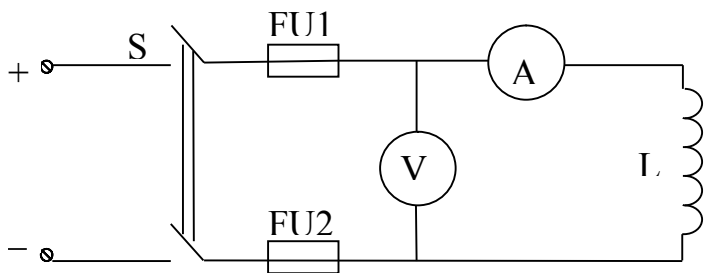

Рисунок 1 Схема неразветвленной цепи переменного тока с катушкой индуктивности
2. Собрать электрическую цепь согласно предложенной схеме (рис.1).